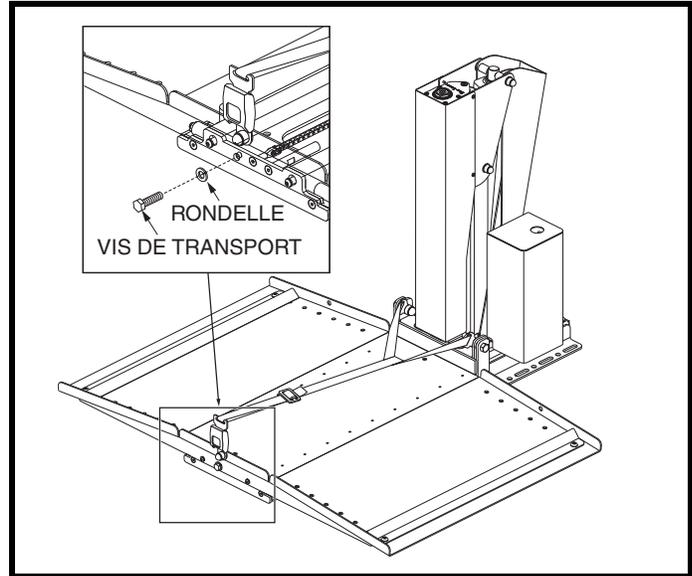

Figure 1. Enlèvement des vis de transport
*NOTE: Assurez-vous que les vis et rondelles d'ancrage de transport ont été retirées de l'avant de l'appareil et que les coussinets de caoutchouc ont été installés avant de le faire fonctionner. Voir la figures 1 et 2.*